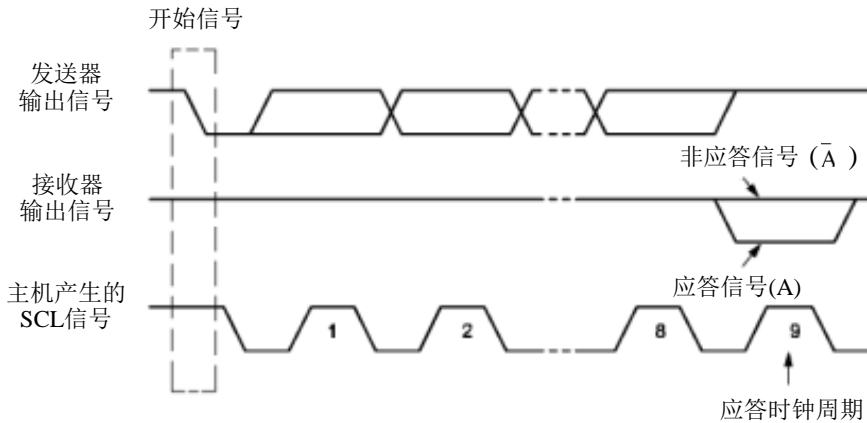

Figure 15-5 IIC 总线的应答信号
另一个从机通信。如 Figure15-5 所示，当 SCL 为高电平时，SDA 由高电平向低电平跳变，产生重新开始信号，它的本质就是一个开始信号。
应答信号 (A)：接收数据的 IIC 在接收到 8 位数据后，向发送数据的 IC 发出的特定的低电平脉冲。每一个数据字节后面都要跟一位应答信号，表示已收到数据。应答信号在第 9 个时钟周期出现，这时发送器必须在这一时钟位上释放数据线，由接收设备拉低 SDA 电平来产生应答信号，由接收设备保持 SDA 的高电平来产生非应答信号 (\bar{A})，如 Figure15-5 所示。所以，一个完整的字节数据传输需要 9 个时钟脉冲。如果从机作为接收方向主机发送非应答信号，这样，主机方就认为此次数据传输失败；如果是主机作为接收方，在从机发送器发送完一个字节数据后，发送了非应答信号，从机就认为数据传输结束，并释放 SDA 线。不论是以上哪种情况都会终止数据传输，这时，主机或是产生停止信号释放总线，或是产生重新开始信号，开始一次新的通信。开始信号、重新开始信号和停止信号都是由主控制器产生，应答信号由接收器产生，总线上带有 IIC 总线接口的器件很容易检测到这些信号。